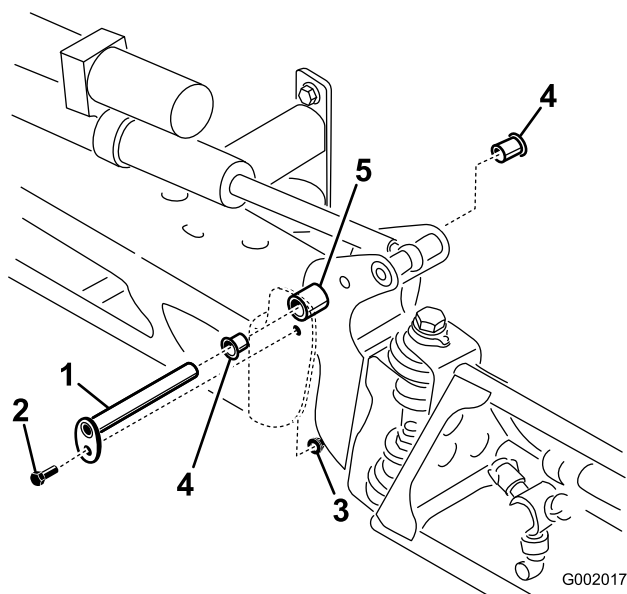

Figura 71
3. Com o peso da rampa suportado, retire o parafuso e a porca que seguram o pino de articulação à rampa (Figura 71). Retire o pino de articulação.
5. Retire e inspeccione as buchas de nylon dos lados dianteiro e traseiro do suporte de articulação (Figura 71). Substitua todas as buchas danificadas.
7. Monte a rampa e o apoio da articulação no chassis alinhando as aberturas (Figura 71).